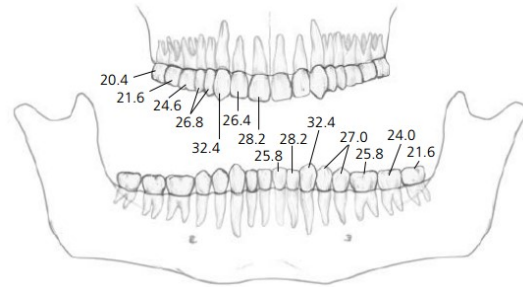

Figura 3
3) Localização das raízes dos dentes Localize e identifique as raízes dos dentes no maxilar superior. Deve-se evitar qualquer possível lesão das raízes ou do nervo infra-orbitário (figura 3).